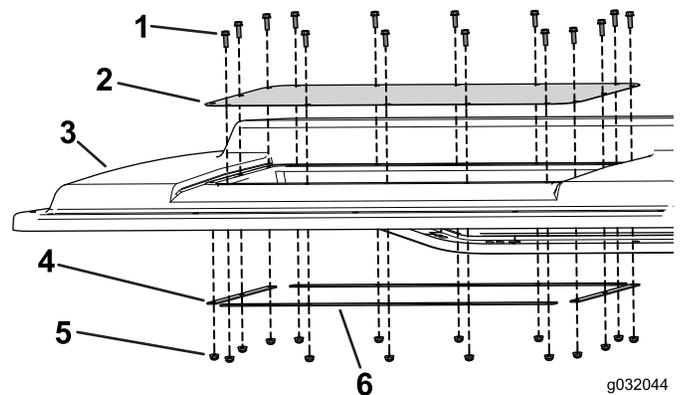

Figura 5
4. Utilice 4 pernos y contratuercas ( $\frac{1}{4}$ " x  $\frac{3}{4}$ ") para instalar provisionalmente la pletina corta, según se muestra en Figura 5.